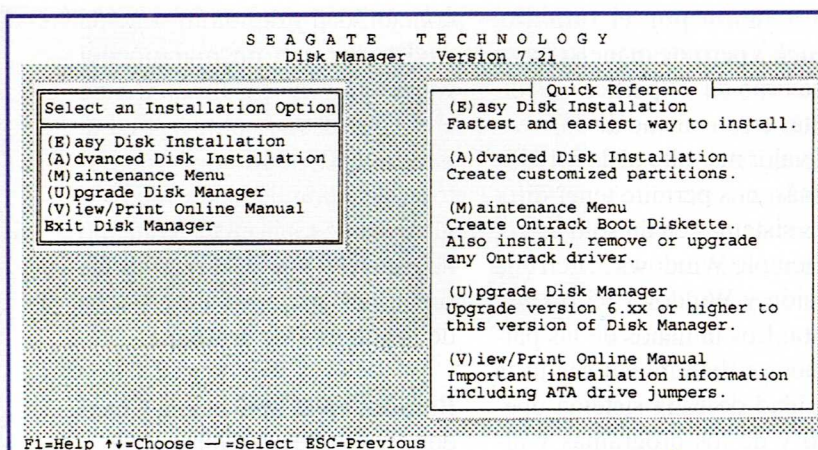

Figura 4.8. Modo automático
Cuando se ejecuta el programa en forma normal (DM) para el formateo de un disco duro, se obtiene el pantallazo que se observa en la figura 4.8. Veamos para que nos sirve cada opción: